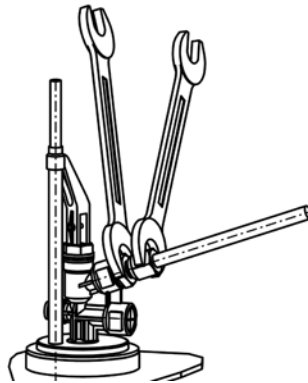

Bild 6: Mutter anziehen
5. Am Verschraubungskörper gehalten und Mutter anziehen (Bild 6).